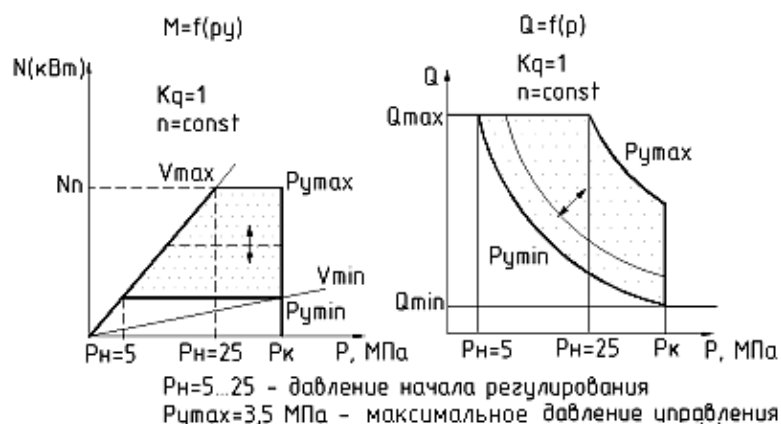

Рисунок 13 – График зависимости крутящего момента  $M$  и подачи  $Q$  от изменения давления  $p$ .
- При отсутствии давления управления  $P_y = 0$  (рисунок 13) и наличии давления в регуляторе  $P > 3 \text{ МПа}$ , насос находится на минимальном рабочем объеме  $V_{\min}$ , обеспечивая минимальную подачу  $Q_{\min}$  и потребляемую мощность  $N_{\min}$ .